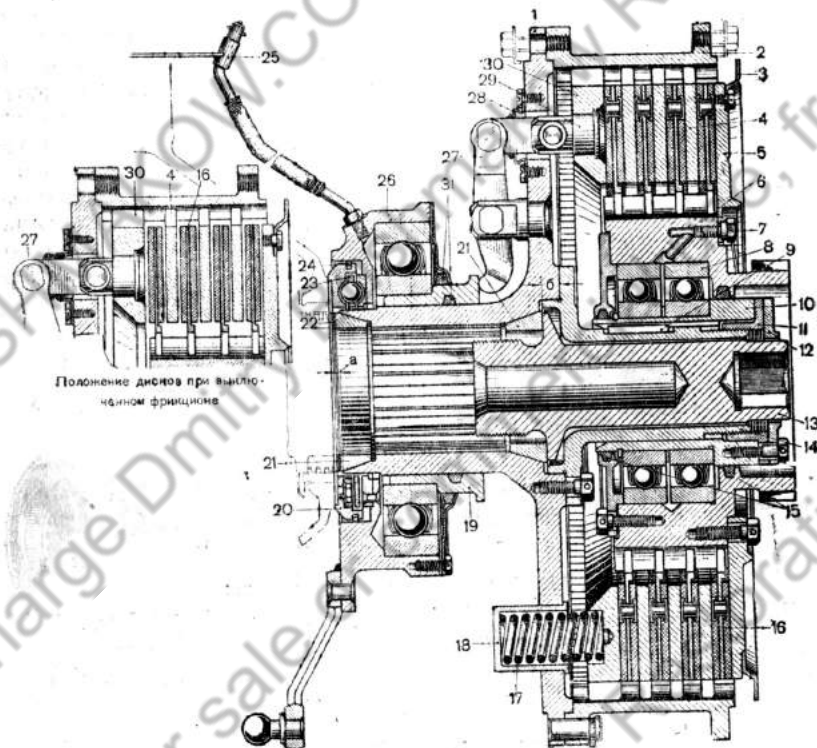

Рис. 143. Главный фрикцион (разрез):
Несущий диск 1 (рис. 143), ведущий барабан 2, три стальных ведущих диска 4, нажимной диск 30, фланец 14.
К ведомым частям фрикциона относятся: ведомый барабан 6 (рис. 143), опорный диск 5 и четыре ведомых диска 16 с наклепкой ферродо.
К механизму выключения главного фрикциона относятся: подвижная чашка 20 (рис. 143), сепаратор 23 с тремя шариками, подвижная чашка 26, выжимная втулка 19 и выжимные рычаги 27.
В том случае, когда между шариками и впадинами канавок образуется зазор (осевой зазор равен 1—1,25 мм), то пружины 17 (рис. 143), упираясь в нажимной диск 30, отжимают его в сторону коробки перемены передач. Под действием пружин нажимной диск сжимает и передаёт усилие ведущим и ведомым дискам. Между каждыми двумя ведомыми дисками помещается один ведущий.
Для надёжной работы главного фрикциона шарикоподшипники периодически смазываются (см. таблицу смазки). Для смазки механизма выключения используется маслёнка 25 (рис. 143), установленная на всасывающем коллекторе двигателя и соединённая гибким шлангом с подвижной чашкой.
1. Надеть на вал двигателя набор регулировочных прокладок 22 (рис. 143) толщиной 5 мм и насадить на конусы фрикцион в сборе; конусы затянуть натяжным валиком 13.
3. Расшплинтовать и отвернуть четыре болта и снять стопорную шайбу 12 (рис. 143).
4. Ввёртывая регулировочную гайку 11 (рис. 143), проверять через люк в днище танка свободный ход пальца подвижной чашки выключения. Величина хода по хорде должна быть равна 26—32 мм.
6. Установив и закрепив стопорную шайбу 12 (рис. 143), законтрить болты проволокой.